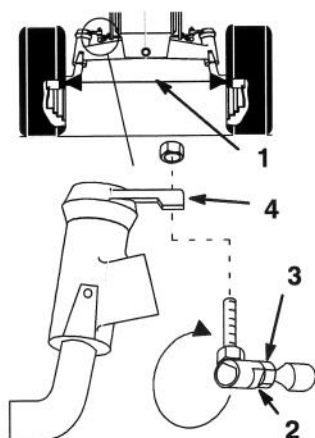

Figure 30
Conserver le pincement spécifié des roues avant. Un réglage peut être nécessaire si les pneus s'usent de manière irrégulière, s'ils abîment la pelouse ou si la direction est dure. Contrôler le pincement toutes les 100 heures de service ou une fois par an, selon ce qui se présente en premier (Fig. 30).
3. Effectuer la mesure entre les jantes à la hauteur des fusées, à l'avant et à l'arrière des roues (Fig. 30).
2. Déposer la rotule d'un des leviers de direction. (Fig. 30).
4. Maintenir l'alignement des méplats de la rotule sur ceux de la biellette, et serrer le contre-écrou (Fig. 30).